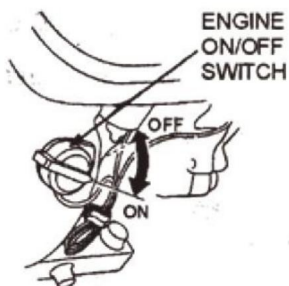

FIG.9
9.5 Zet de AAN/UIT-schakelaar van de motor (FIG. 9) in de stand "AAN".